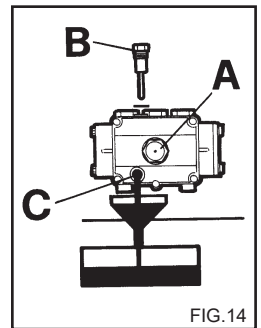

FIG.14
- 1) Skru aftappingsproppen, under pumpen, af (fig. 14 C).
- 2) Skru proppen af ved hjælp af oliepinden (fig. 14).